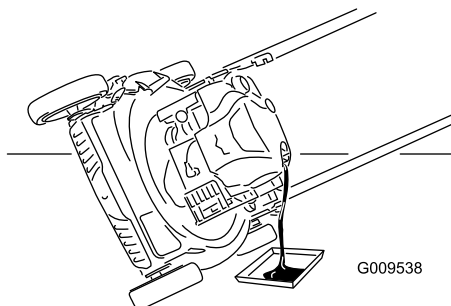

Рисунок 25
7. Переверните машину на одну сторону так, чтобы маслозаливная горловина была направлена вниз, для слива отработанного масла через маслозаливную горловину на поддон для сбора масла (Рисунок 25).